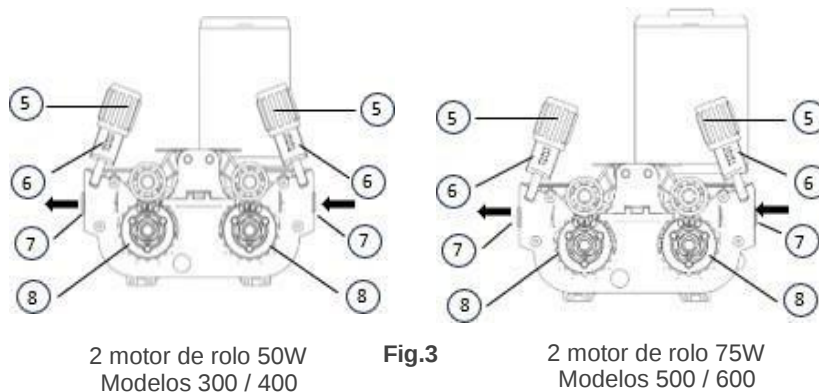
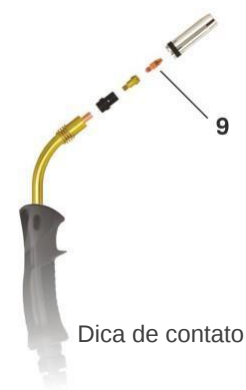

Fig.3
Fig.4
- Os rolos (8- Fig.3) e a ponta de contato da tocha (9- Fig.4) devem corresponder ao diâmetro do fio a ser utilizado.
- Conduza o fio através dos rolos (8- Fig.3) e da guia de arame (7- Fig.3) avançando-o para a mão alguns centímetros.
Feche as alavancas de tração (6- Fig.3) verificando se a rosca está posicionada na ranhura do rolo. Para ajustar a pressão das alavancas de tração no fio, o parafuso de ajuste (5- Fig.3) deve ser cuidadosamente apertado até que se verifique que o fio está avançando. Este ajuste deve ser completado com a máquina em funcionamento, evitando ajustes muito forçados que causem esmagamento do fio.